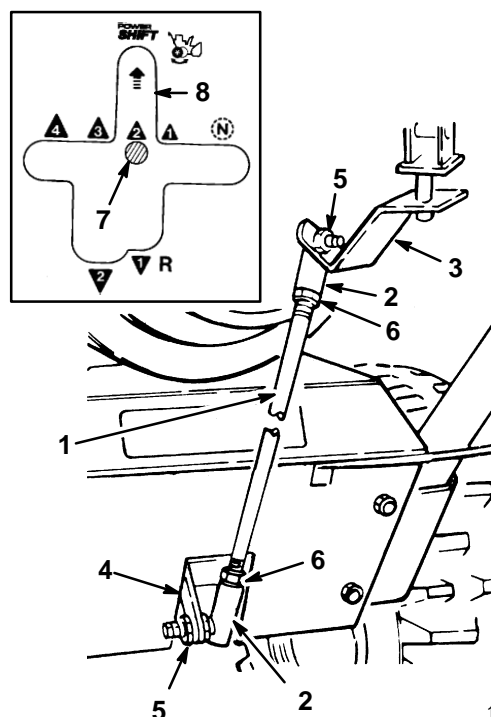

Figure 5
1. Insérez le goujon du joint à rotule supérieur de la tringle de changement de vitesse par l'avant dans le support de changement de vitesse et attachez-le au moyen d'un écrou (Fig. 5).
2. Insérez le goujon du joint à rotule inférieur par la droite dans le levier de transmission et attachez-le au moyen d'un écrou (Fig. 5).
Si le levier de changement de vitesse n'est pas en face de la fente du Power Shift dans le panneau de commande (Fig. 5, encadré), ajustez la longueur de la tringle de changement de vitesse comme suit :